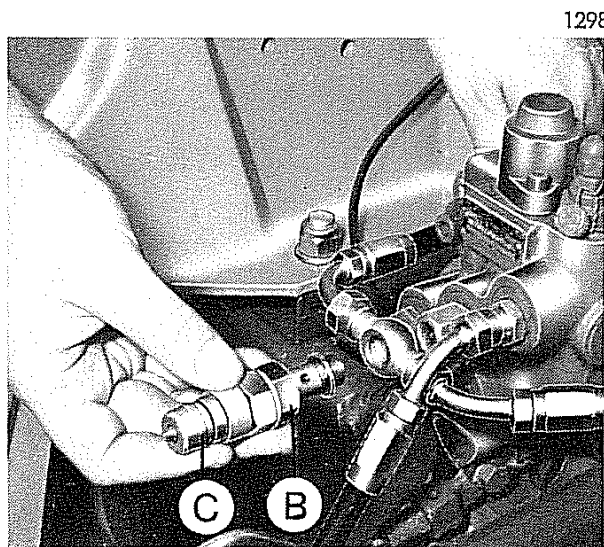

Fig. 8 - Collegamento impianto idraulico
- Inserire quindi la vite di raccordo **B** (fig. 8) e avvitare su di essa la parte terminale dell'attacco rapido **C** (fig. 8). Sia la vite di raccordo **B**, con relative rondelle di tenuta, che l'attacco rapido completo, vengono forniti col tubo di collegamento del cilindro sollevatore montato sul rimorchio.